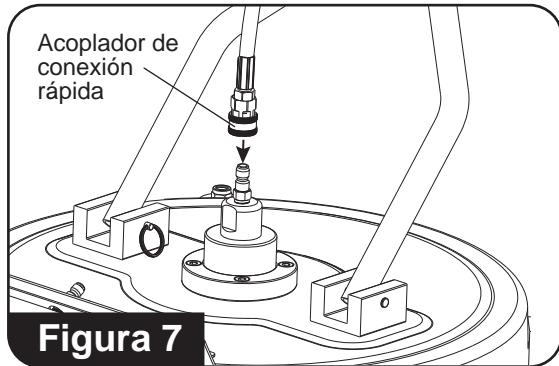

Figura 7
7. Conecte el acoplador de conexión rápida del otro extremo de la manguera al enchufe de entrada. (**Consulte la figura 7**)